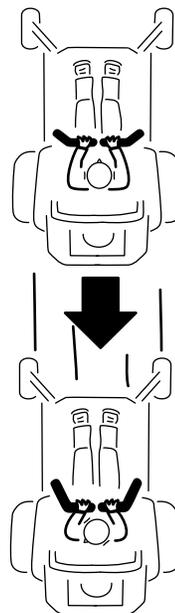

Рисунок 28
2. Для перемещения назад медленно передвиньте рычаги управления движением назад (Рисунок 28).